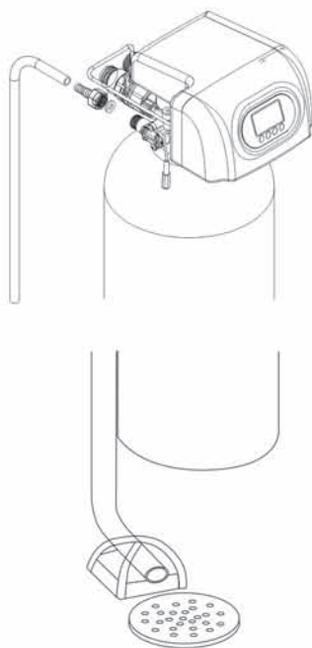

图1-4
⑤安装排水管路
- a、如图1-4所示，排水软管插入排水接头；
- 绝对不能把排水管与下水道相连，须在二者之间留有一定的空隙，以防污水被虹吸到水处理器中，如图1-4所示。如需将排出的污水要作它用，可用相应的容器盛装，同样，排水管与盛装容器保持距离。